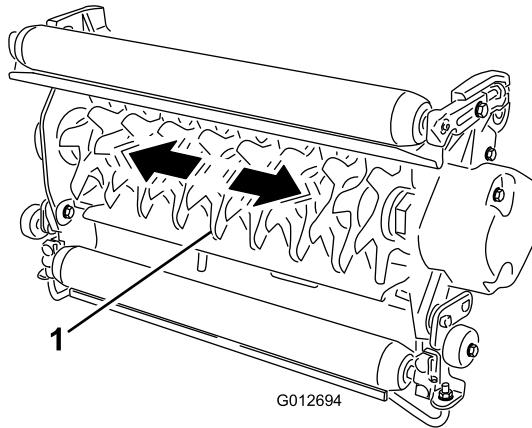

図9
1. リールシャフトをつかみ、リールアセンブリを左右に搖すってガタがあるかどうかを調べる(図9)。